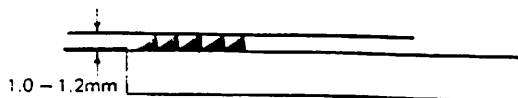

FIG 20
B).HEIGHT OF FEED DOG (FIG 20)